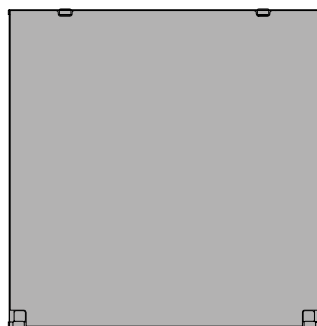

Abb. 14.3
- Die Unibühne hat vier integrierte Anschlüsse zur Aufnahme von Einzelkonsolen, die bei Bedarf abgeklappt werden können (Abb. 14.3 bis 14.5).